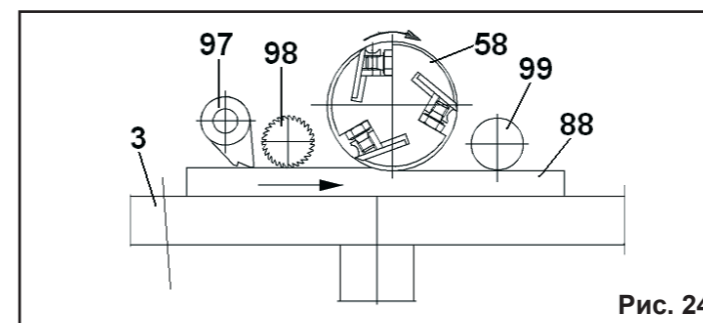

Рис. 24
лем (97), подающим роликом (98) и приёмным роликом (99), Рис. 24.